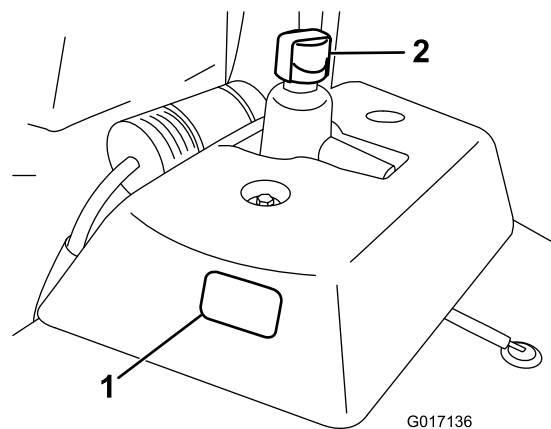

Figure 48
2. Vérifiez le niveau d'huile à travers le viseur situé sur le côté du réservoir d'huile auxiliaire (Figure 48).